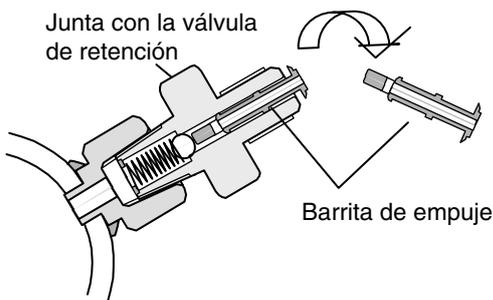

Fig. 2 No pierda la barra de empuje.
- ※ No pierda la barra de empuje dentro de la junta. (Fig. 2)
- ※ No pierda la clavija a presión dentro de la junta con la válvula de retención. (Fig. 2)
- ※ No pierda la barra de empuje dentro de la junta con la válvula de retención. (Fig. 2)